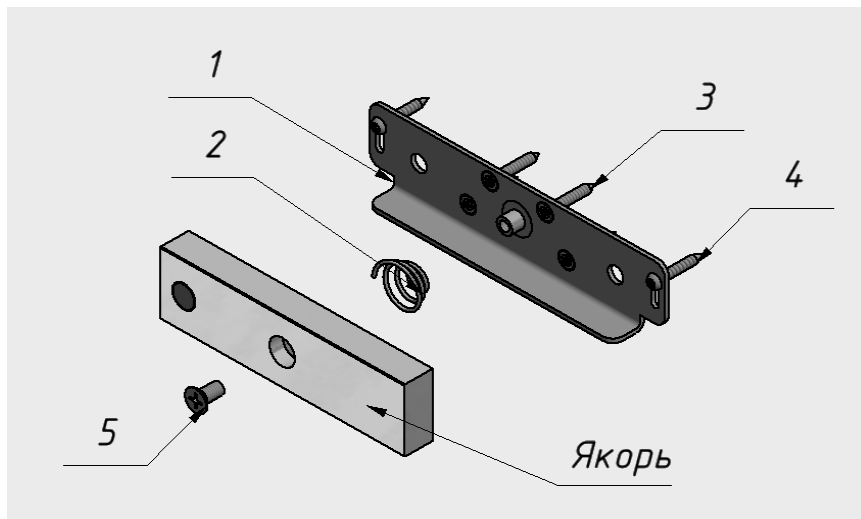

Рис. 1
В комплект поставки входит (Рис.1):
- Якорь (Рис.1) входит в комплект поставки замка.